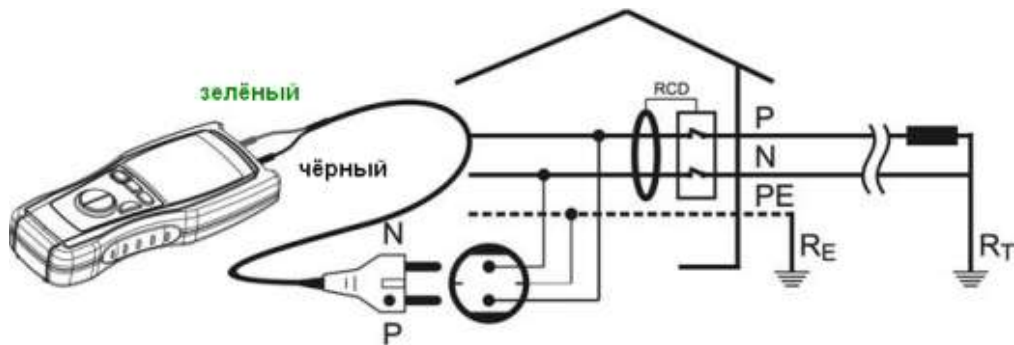

Рис.12: Схема подключения прибора для измерения общего сопротивления цепи заземления (режим $Ra \perp$)
6. Подключите **зеленый** провод к защитному проводнику РЕ (земля), а **черный** провод – к фазовому проводу в точке цепи отходящей от УЗО (см. **рис. 12**).
6. Подключите тестовый кабель (shuko cable) к розетке электросети, **в точке цепи отходящей от УЗО** (см. **рис. 12**). УЗО должно быть включено, на дисплее отображается значение напряжения сети.